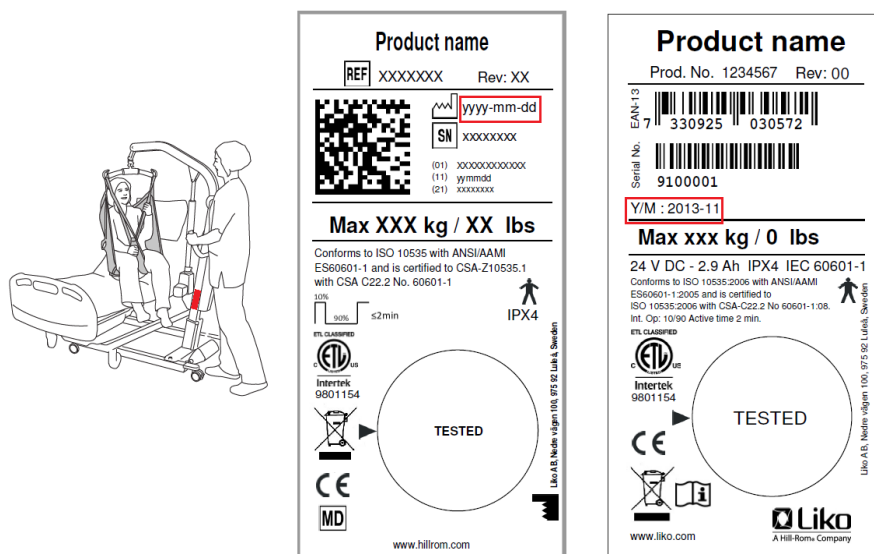

Figure 2 : placement de l'étiquette et ses modèles. À gauche : nouveau modèle. À droite : ancien modèle.
1. Consultez l'étiquette de votre Liko M220/M230 pour déterminer s'il est concerné par cette action en identifiant la date de fabrication du dispositif (c'est-à-dire s'il a été fabriqué entre 2016-DÉC-27 et 2021-SEP-01). Voir la figure 2.